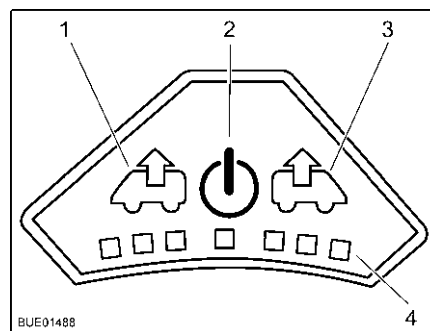

Fig. 125 Cuadro de mando del ventilador
Conectar: ■ Pulsar la tecla On/Off (Fig. 125,2). El ventilador funciona en el modo confort (extracción con la velocidad más baja del ventilador).
Extracción de aire: ■ Para aumentar la velocidad del ventilador: Pulsar la tecla de extracción (Fig. 125,1). La velocidad del ventilador aumenta un nivel en el sentido de extracción de aire. Los LEDs (Fig. 125,4) muestran los niveles de ajuste.
■ Para disminuir la velocidad del ventilador: Pulsar la tecla de ventilación (Fig. 125,3). La velocidad del ventilador disminuye un nivel.
Ventilar: ■ Para aumentar la velocidad del ventilador: Pulsar la tecla de ventilación (Fig. 125,3). La velocidad del ventilador aumenta un nivel en el sentido de ventilación. Los LEDs (Fig. 125,4) muestran los niveles de ajuste.
■ Para disminuir la velocidad del ventilador: Pulsar la tecla de extracción (Fig. 125,1). La velocidad del ventilador disminuye un nivel.
Desconectar: ■ Pulsar la tecla On/Off (Fig. 125,2). El ventilador se detiene, los LEDs se apagan.